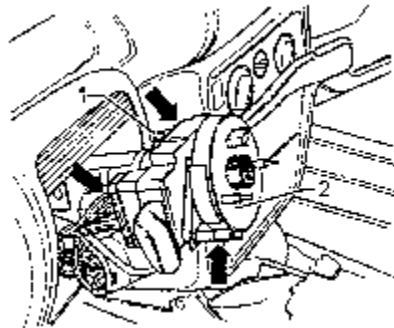

图 11-22 拆卸转向柱开关
④如图 11-22 所示，拧松内六角螺栓 1。从转向柱开关中拔出插头（图 11-22 中箭头）。拆除转向柱开关。